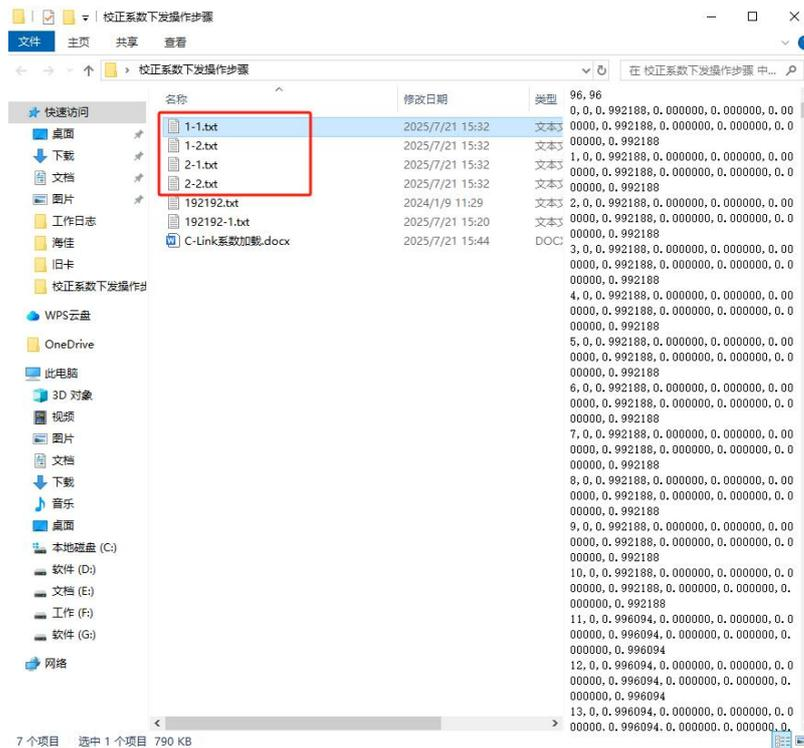

图 10-14 箱体切模组
- 步骤 3 最后得到 4 个模组系数文件，如下图 10-14 所示